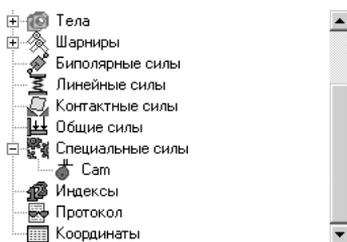

Рис. 2.11. Раскрытый пункт **Специальные силы** в **Дерево элементов** сборки **Кулачок – Клапан**
- щелкните в **Списке элементов** по знаку  перед пунктом **Специальные силы**. Раскроется пункт **Специальные силы**, включающий только одну силу под именем **Sam**. Это сила воздействия кулачка распределительного вала на клапан, см. рис. 2.11.